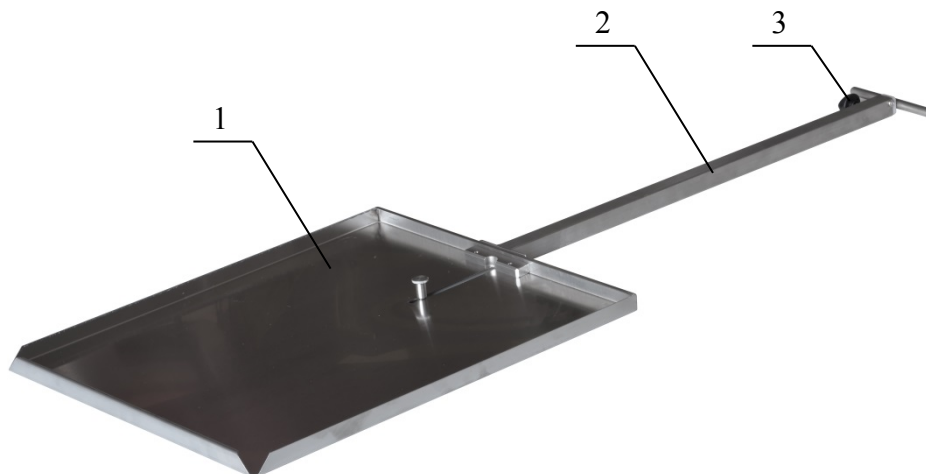

**Рисунок 6. Держатель рентгеновской кассеты.**
**6. Держатель рентгеновской кассеты (Рисунок 6).** Металлическая лопатка с фиксатором и длинной складной ручкой для введения (установки) R-кассеты под рентгенопрозрачной столешницей стола в продольном направлении.